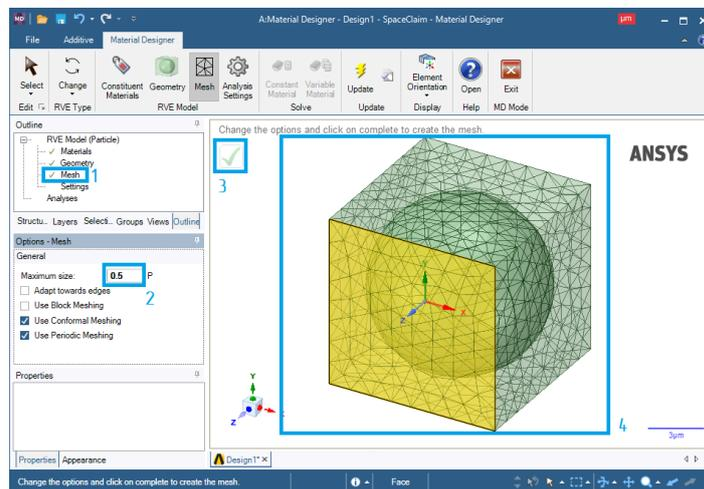

Рис. 10. Создание сетки объемного элемента модифицированной микроструктуры
7. Сгенерируем сеточную модель объемного элемента модифицированной микроструктуры (рис. 10). Нажимаем ЛКМ на *Mesh* (1) и задаем максимальный размер сеточного объемного элемента (2). Нажимаем на галочку (3) и видим на экране сгенерированную сетку (4) объемного элемента.